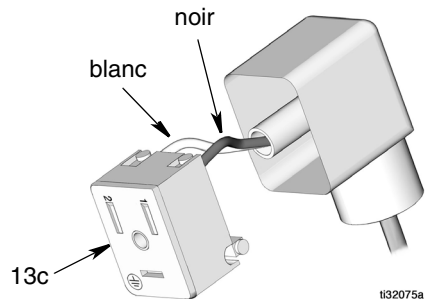

**FIG. 6**
8. Desserrer la vis (13a) à l'arrière du connecteur mini DIN de l'électrovanne (14a) et le déconnecter du connecteur d'électrovanne (14a) (FIG. 6).